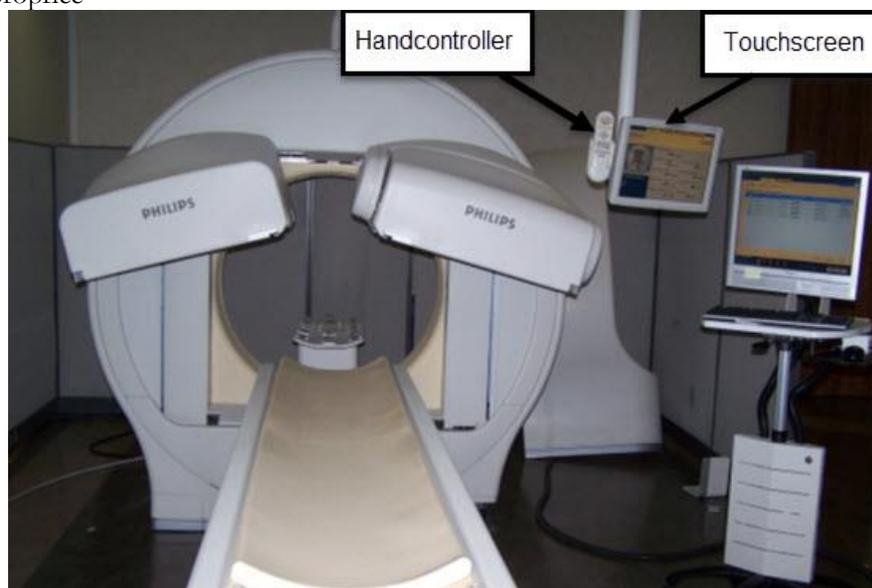

Figure 3
- À la place de la télécommande physique, utiliser la télécommande virtuelle située sur le moniteur à écran tactile fixé sur le statif, comme illustré à la Figure 3. Dans certains cas, l'utilisation de la télécommande virtuelle peut nécessiter une distance entre l'opérateur du système et le patient inférieur à celle nécessaire à l'utilisation de la télécommande physique. Par conséquent,